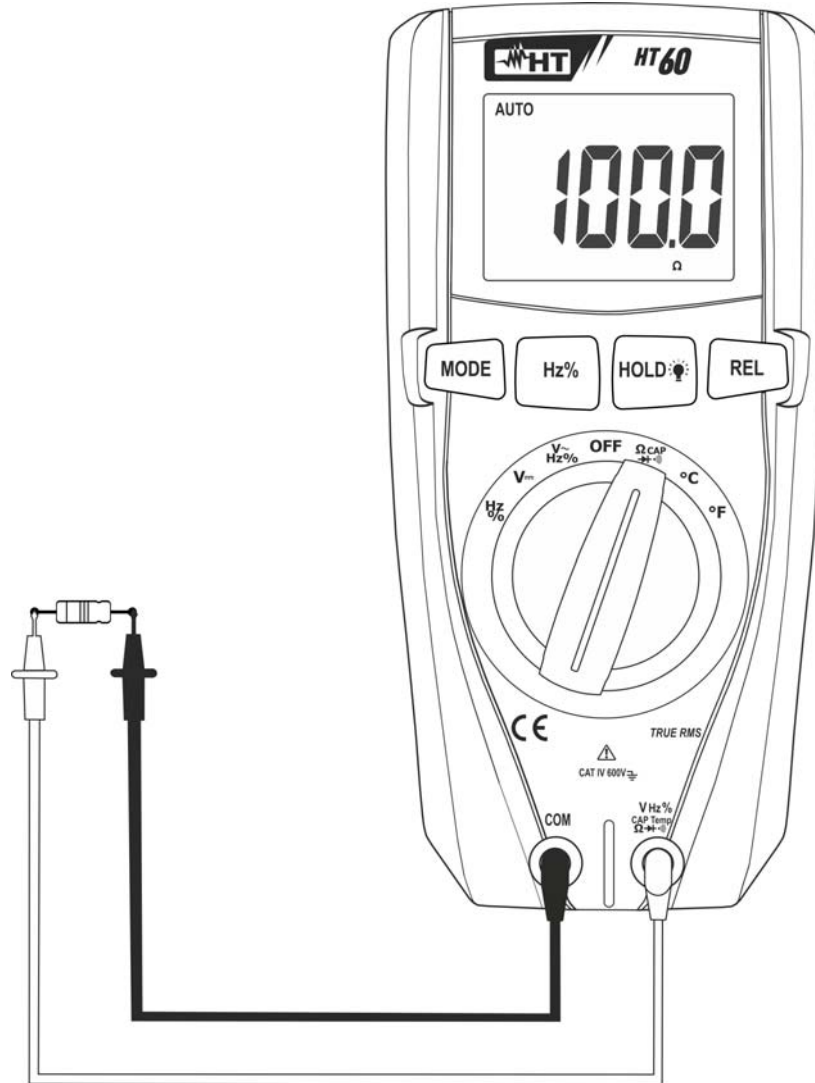

Fig. 4: Utilisation de l'instrument pour mesure de Résistance et test de continuité
3. Positionner les embouts sur les points désirés du circuit sous test (voir Fig. 4). La valeur de résistance est visualisée à l'écran.